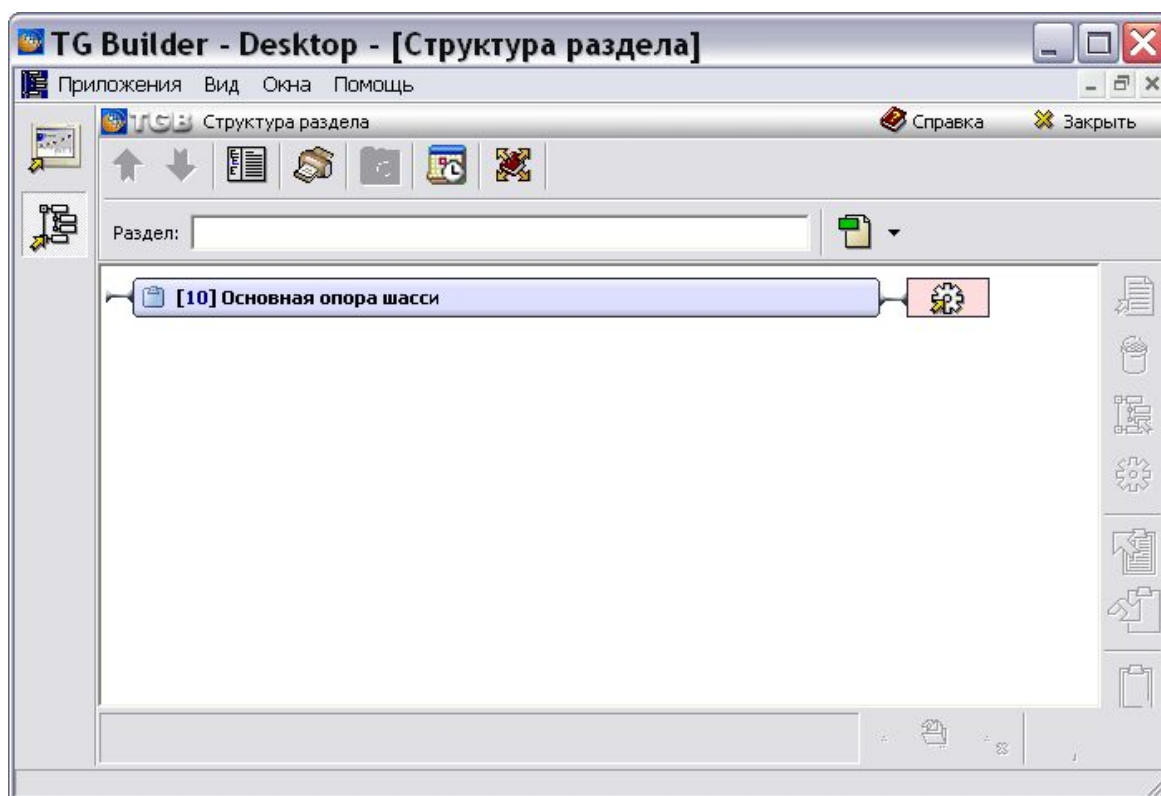

Рис. 2.86
2. В окошке раздела **Документы для разработки** щелкните по названию документа **Основная опора шасси** два раза левой кнопки мыши. При этом откроется диалоговое окно **Структура раздела**, в котором находится та часть проекта, за которую **Руководитель** назначил ответственной пользователя **Волкову** (Рис. 2.86).